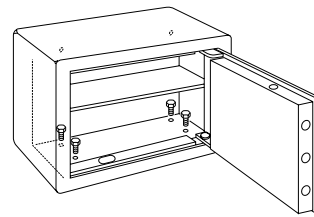

Fig. 2
- Positionner le coffre-fort avec la porte ouverte et, de l'intérieur, introduire les vis de fixation dans les trous correspondants en les serrant bien (voir fig. 2). Le coffre-fort est fixé.